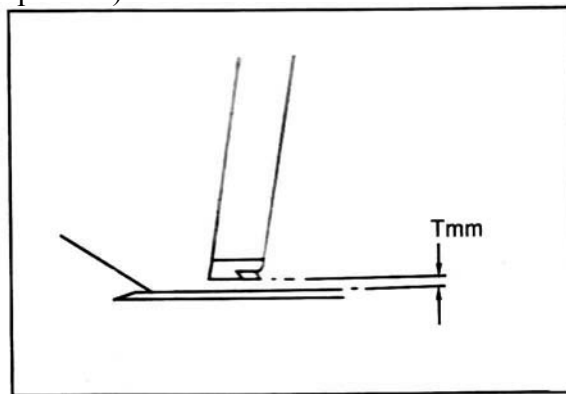

Рис. 13
2) Зазор между иглой и петлителем должен быть таким, как показано на рис. 13., когда машина в действии. Если требуется регулировка, ослабьте кривошип, перемещайте его вперед и назад и затяните кривошип (рис. 15). Если регулировка с помощью винтов недостаточна, то толщина прокладки под основанием кривошипа должна быть изменена.